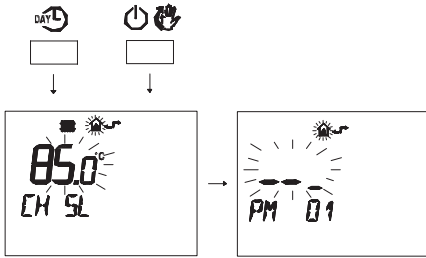

Figura 5.56
- Premere contemporaneamente i pulsanti  e  per entrare nella programmazione trasparente (Figura 5.56).